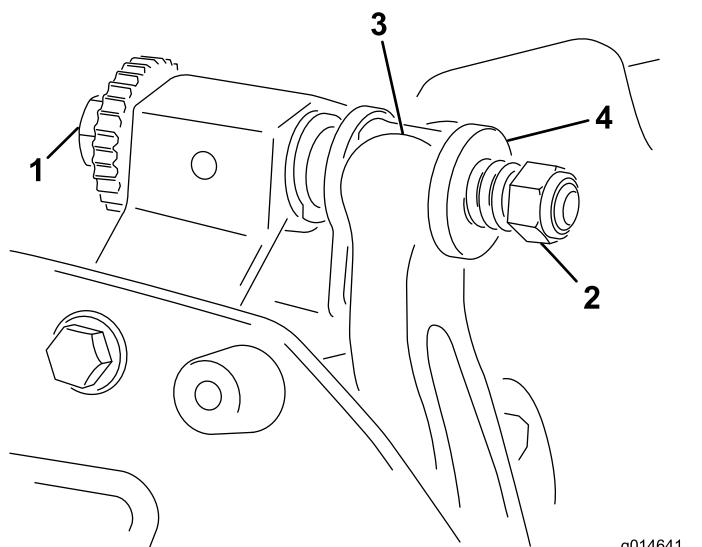

Bild 24
2. Drehen Sie die Federspannungsmutter so weit hinaus, bis die Scheibe nicht mehr gegen den Untermesserträger angespannt ist (Bild 24).
1. Drehen Sie die Einstellschraube des Untermesserträgers nach links, um den Abstand zwischen dem Untermesser und der Spindel zu vergrößern (Bild 24).